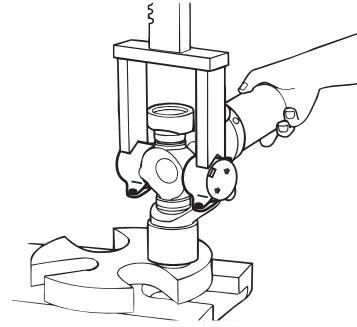

Figura 4.8
3. Girar el eje en 180 grados. Repita el procedimiento para el lado opuesto de la junta universal. Figura 4.8.